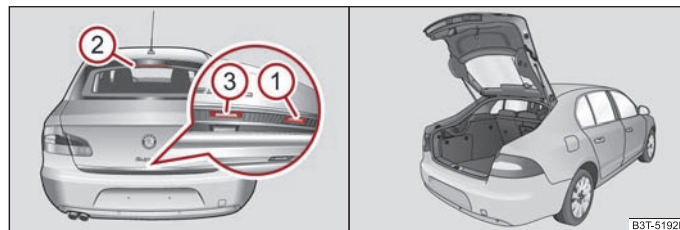

Fig. 31 Empuñadura de la tapa del maletero / tapa del maletero grande abierta
Tras desbloquear el vehículo por medio de la llave con mando a distancia o de la llave ⇒ página 45, “Desbloqueo y bloqueo de emergencia de la puerta del conductor” podrá abrir la tapa de maletero grande ⇒ **fig. 31**.
- Presione la empuñadura ① ⇒ **fig. 31** en la parte inferior de la tapa de maletero.
- Espere hasta que la luz de freno ② en la luneta posterior parpadee dos veces.
- Presione la empuñadura ③ y levante al mismo tiempo la tapa de maletero. ►